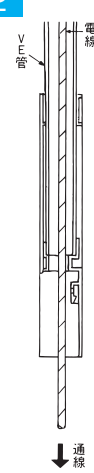

図3
- 図3 電線を上部に折り曲げた後、スライド入子をはめ込んで下さい。